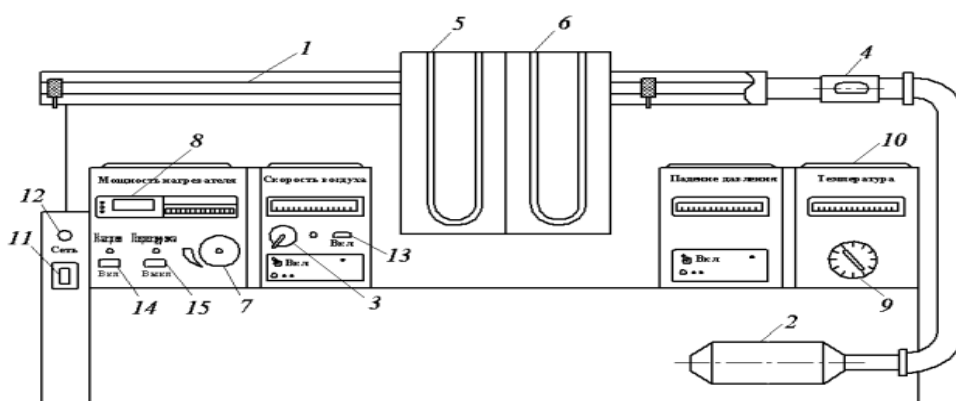
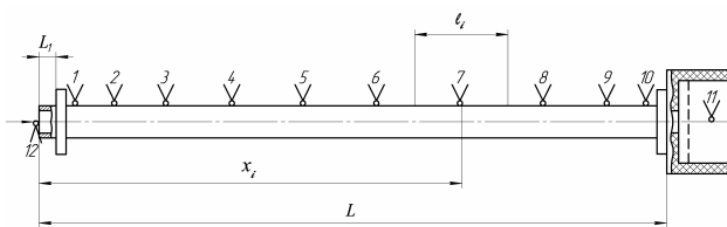

Рис. 5.1. Общий вид установки:
Рис. 5.2. Расположение термопар на рабочем участке. Значения x_i и l_i приведены в табл. 5.1
Общий вид установки представлен на рис. 5.1.
Температура стенки трубы измеряется десятью хромель-копелевыми термопарами, горячие спаи которых приварены к ее наружной боковой поверхности. Координаты горячих спаев термопар на стенке трубы, отсчитываемые от начального сечения, и длины соответствующих участков измерения (рис. 5.2), указаны в табл. 5.1.
Номера термопар, указанные на рис. 5.2, соответствуют позициям на переключателе термопар 9 (см. рис. 5.1). ТермоЭДС измеряется милливольтметром МВУ6-41А в комплекте с усилителем-преобразователем (с автоматической компенсацией температуры
1. Убедиться, что ручки регуляторов напряжения 3 и 7 (см. рис. 5.1) на панели приборов выведены против хода часовой стрелки до упора. Выключателем 11 на панели управления включить установку в сеть (при включении загорится контрольная лампа 12).
4. Время выхода установки на стационарный режим составляет около 10 мин. Убедившись в стационарности теплового режима по стабильности показаний термопар № 8, 9 и 11 (см. рис. 5.2) во времени, по милливольтметру блока измерения температуры 10 (см. рис. 5.1) найти показания всех 12 термопар. Шкала милливольтметра отградуирована в градусах Цельсия.
Здесь $\rho_{\text{ж}}$ — плотность воздуха, кг/м³; \bar{w} — средняя скорость воздуха, м/с; $\bar{t}_{11} = \psi t_{11}$ — средняя по сечению температура воздуха на выходе из рабочего участка, °С; t_{12} — температура воздуха на входе в трубу, приблизительно равная температуре окружающей среды (жидкости), °С; t_{11} — температура воздуха на выходе из рабочего участка трубы (измеряется на оси), °С; p — барометрическое давление в окружающей среде, Па; $R_{\text{в}} = 287$ Дж/(кг·К) — газовая постоянная воздуха; Δp — перепад давления на трубке Пито, измеряемый дифманометром 5 (см. рис. 5.1), Па; ψ и ξ — поправочные коэффициенты, связанные с погрешностью измерения температуры и усреднением скорости ($\psi \approx 1,0$; $\xi \approx 0,8$).